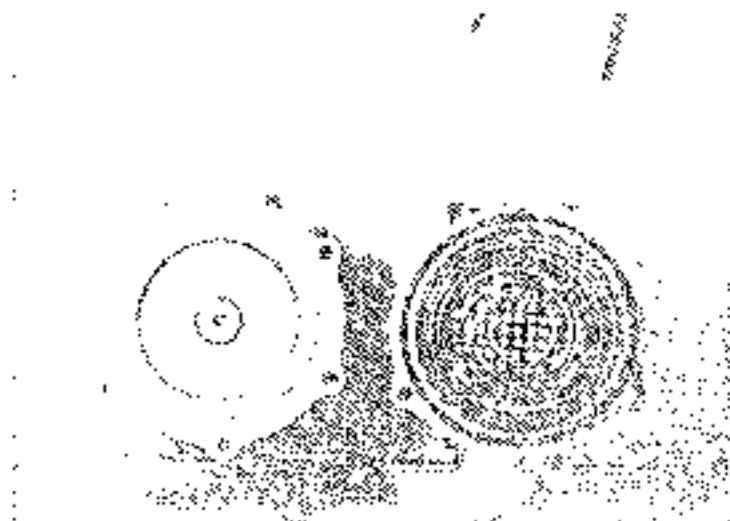

Fig. 4
1. Clamp body (1) in a vise, unscrew four of the six bolts (2) first, and then unscrew the remaining two, with the flanges of cover (3) and body (1) clamped together. (Fig. 4)
1. ボディ(1)をバイスに固定し、ボディに締付けているボルト(2)を6本の内4本は最初に抜き取り、残りの2本を弛める。そのときカバー(3)、ボディ(1)のフランジ部をそれぞれ上下方向に固定してから弛める。(Fig. 4)